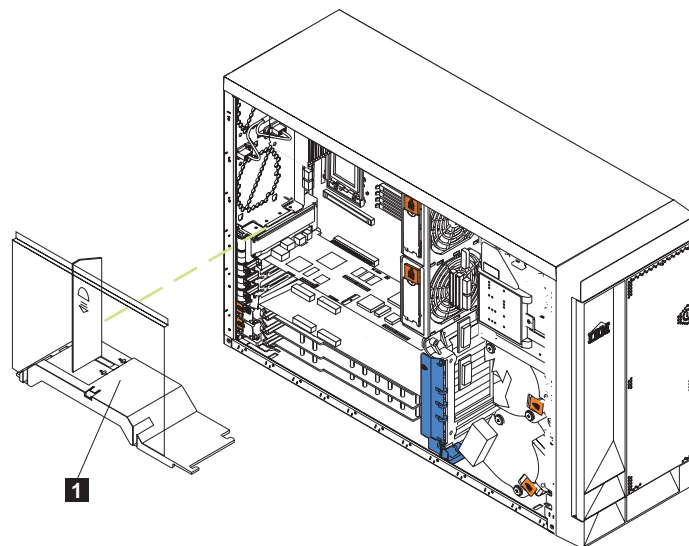
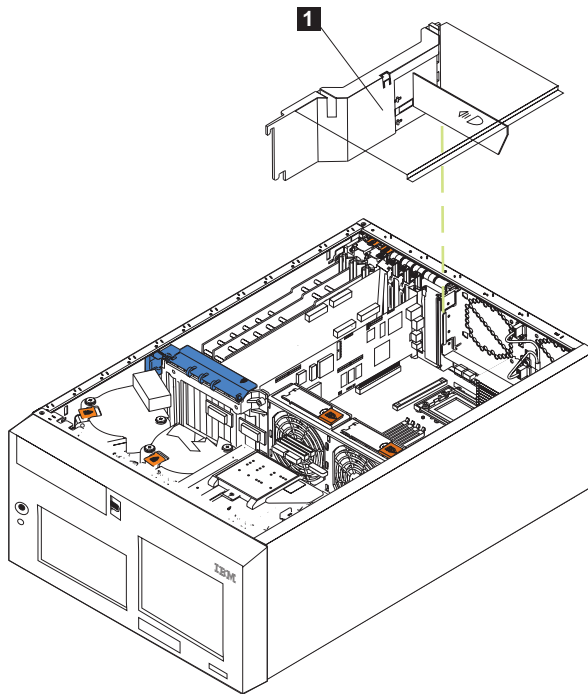

Figura 34. Removendo o conjunto da placa defletora de ar (Modelo 25T)
Figura 35. Removendo o conjunto da placa defletora de ar (Modelo 25T com o recurso de conversão de montagem do rack)
3. Consulte a Figura 34 ou a Figura 35 na página 50 e deslize o conjunto da placa defletora de ar para fora das guias; em seguida, remova-o do mecanismo.